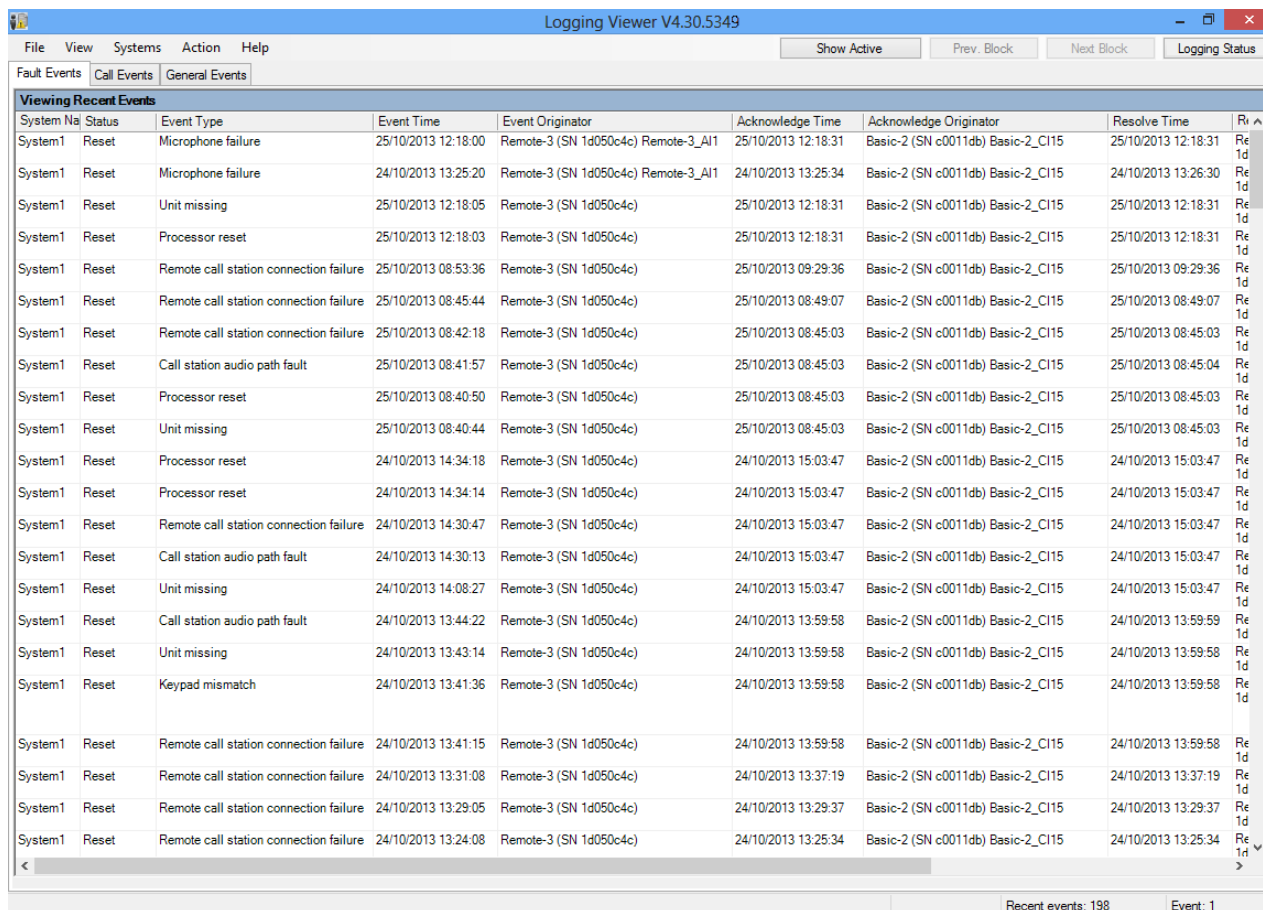

рисунок 59.4: Программа *Logging Viewer*
- 2 Нажмите *Logging Viewer*. Отобразится экран, подобный экрану, изображенному на рисунок 59.4.
Окно программы *Logging Viewer* (см. рисунок 59.4) содержит следующее: